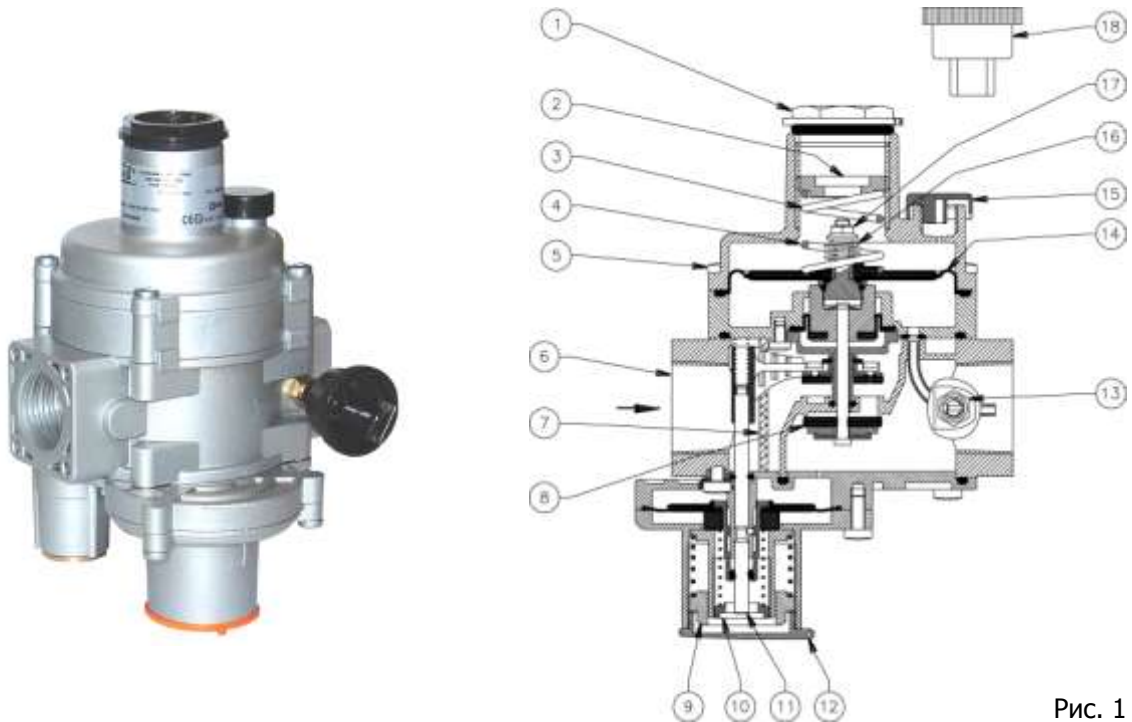

Рис. 1
Регулятор (рис. 1) состоит из: колпачок регулятора (1); винт настройки выходного давления (2); раструб (3); пружина настройки выходного давления (4); винты фиксации раструба (5); корпус регулятора (6); фильтрующий элемент (7); затвор регулятора (8); винт настройки запорного клапана избыточного давления (9); винт настройки запорного клапана недостаточного давления (10); рычаг взвода регулятора (11); колпачок запорного клапана (12); штуцер диагностики выходного давления (13); рабочая мембрана (14); пылезащитный колпачок (15); пружина настройки сбросного клапана (16); винт настройки сбросного клапана (17); ключ для настройки (18).